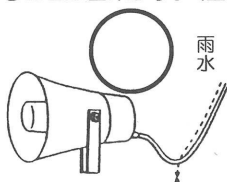

図3
- ③ スピーカコードは途中でたるませるようにすると、コードを伝って雨水が浸入するのを防止することが出来ます。(図3、4)